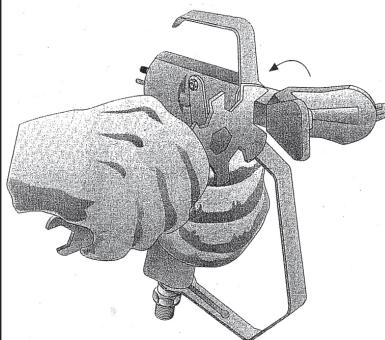

FIGURE 3
- 2 Desserez l'écrou support de la buse (figure 3). Tournez le protecteur de la buse et placez le rainure horizontalement pour obtenir un jet horizontal ou verticalement si vous souhaitez obtenir un jet vertical.